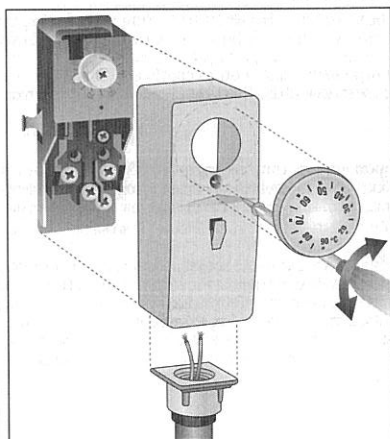

fig.3 - εικ.3
A) Bevestig het produkt op de buis m.b.v. het speciale bijgeleverde accessoire. (fig.3)
A) Fije el aparato a la tubería utilizando el accesorio suministrado (fig.3)